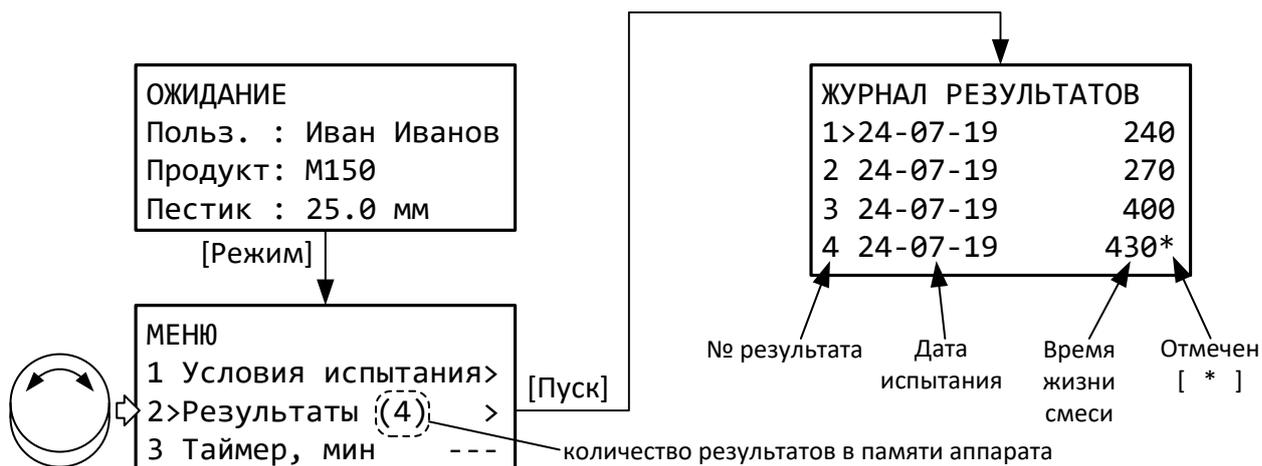

Рисунок 11 – Журнал результатов.
4.6.2 Открыть журнал результатов (рисунок 11).